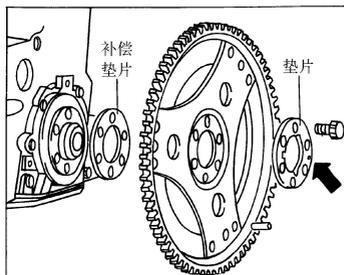

图 2-58 将传动盘与补偿垫片和垫片一同装上
1) 如图 2-58 箭头所示，将传动盘与补偿垫片和垫片一同装上，凸点必须朝向变速器。
4) 如果超过规定值，拆下传动盘，去掉补偿垫片 (图 2-58)，重新装上传动盘，以 $30\text{N}\cdot\text{m}$ 的拧紧力矩拧紧，并重复测量尺寸 a 。